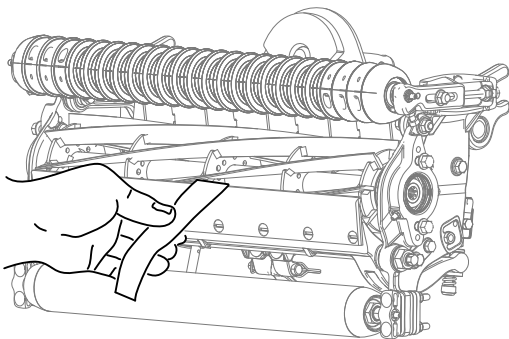

Figura 20
2. Teste o desempenho de corte inserindo uma fita comprida de desempenho de corte (número de peça Toro 125-5610) entre o cilindro e a lâmina de corte, perpendicular à lâmina de corte (Figura 20). Lentamente rode o cilindro para a frente; deve cortar o papel.